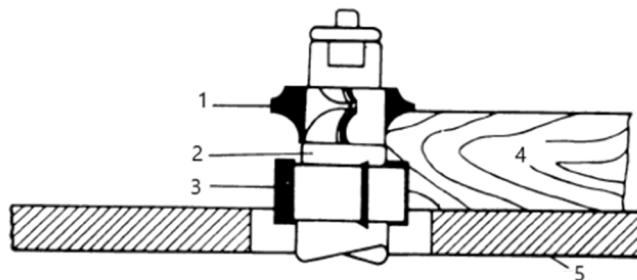

Figura 9
3. O método do colar entre cortadores, mostrado na figura 9, tem as vantagens e desvantagens dos dois primeiros métodos. Este método é usado principalmente quando ambas as bordas da obra devem ser moldadas.